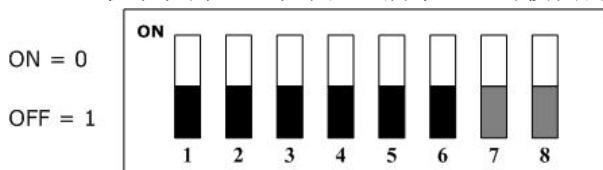

图 1.5 拨码开关设置使模块的波特率和 MAC ID 值为默认值
- 波特率开关设定值为 3 且MAC ID 开关设定值为 63 时，模块的波特率默认为 1000kbps，MAC ID值默认为 63，如图 1.5所示，此时模块会存储默认波特率。
注意：当模块拨码开关设定值为全OFF时，如图 1.5所示，此时如果通过网络配置节点的波特率或者节点地址，在配置完毕时必须重新启动，在重新启动之前，请将拨码开关 1~6 位任意拨至ON状态；否则重新启动时，由于模块拨码开关设定值为全OFF状态，模块的波特率默认为 1000kbps，MAC ID值默认为 63。